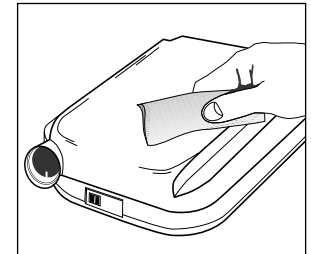

Figura 8
2. Limpie el gabinete con un trapo limpio humedecido en una solución con detergente de lavar platos. Repita cada pocos días, para que no se acumule polvo **Figura 8**. No use alcohol ni ninguna solución que contenga alcohol para limpiar el equipo: esto podría dañar el plástico del gabinete. **Deje que el equipo se seque completamente antes de volver a enchufarlo.**